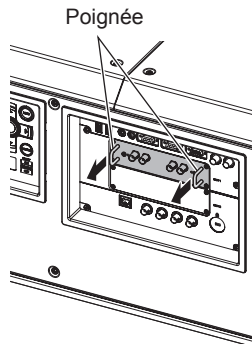

Fig. 1
1) Retirez la carte d'interface. (Fig. 1)